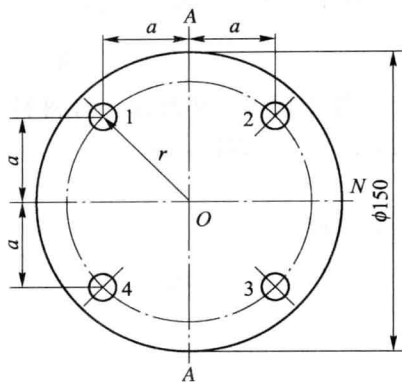

图 3.5
② 改变螺栓布置形式，增加受倾覆力矩作用的螺栓数目，如图 3.5 所示。
[分析] 设接合面的面积不变，螺栓中心分布圆周直径不变，则 $r = 60 \text{ mm}$ ，螺栓中心到对称线 A—A 间的距离为 a ， $a = r/\sqrt{2} = 60 \text{ mm}/\sqrt{2} = 42.42 \text{ mm}$ ，但此时受倾覆力矩 M 作用的螺栓数目增加，可使 M 所引起螺栓工作载荷减小，如图 3.5 所示。上部两个螺栓 1、2 所受的工作载荷